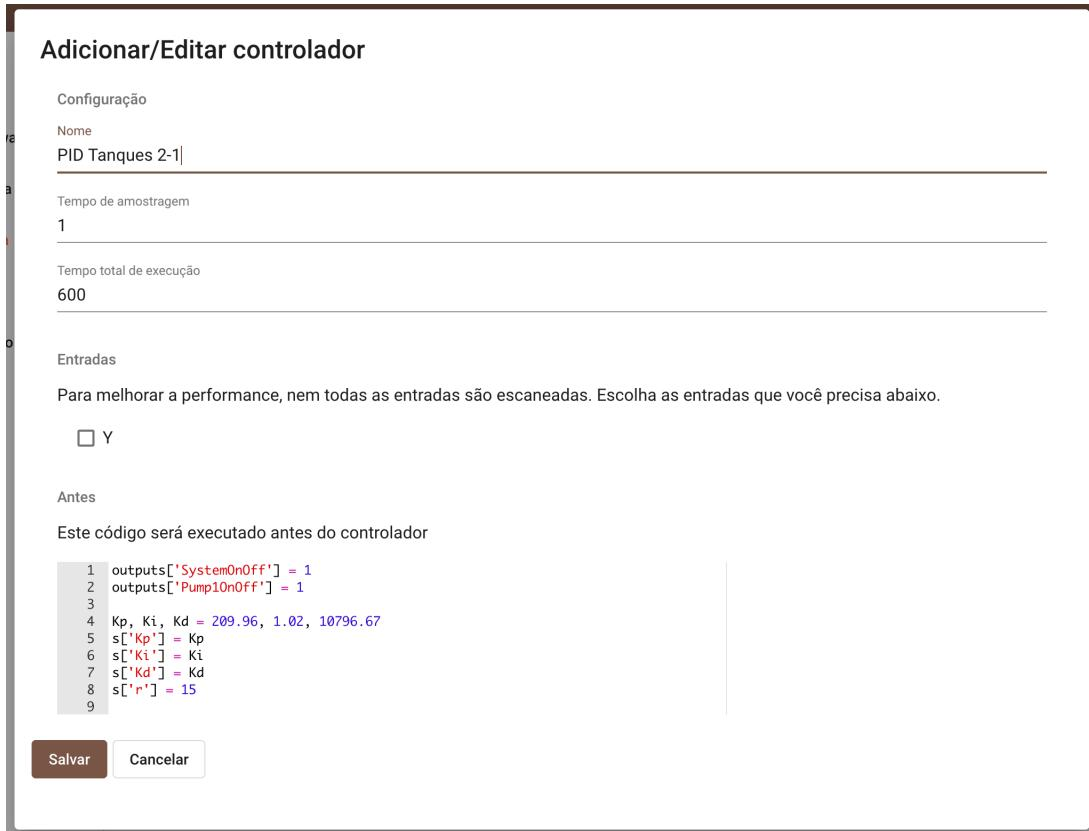

Figura 16 – Edição de controlador
Ao clicar em *Adicionar* ou em *Editar* (  ), uma nova interface (Figura 16) se abre permitindo a edição do controlador. No topo temos os campos *Nome* — assim como em *Resposta do Sistema* e sendo pertinente as mesmas recomendações — *Tempo de amostragem* e *Tempo total de execução*, que é o tempo máximo que o teste será executado. O mesmo pode ser interrompido precocemente por motivos de erro ou intertravamento.
- **inputs** um dicionário com o valor lido na entrada logo antes da execução desse campo. Na Figura 16 podemos ver que a entrada *S9* foi selecionada, logo podemos